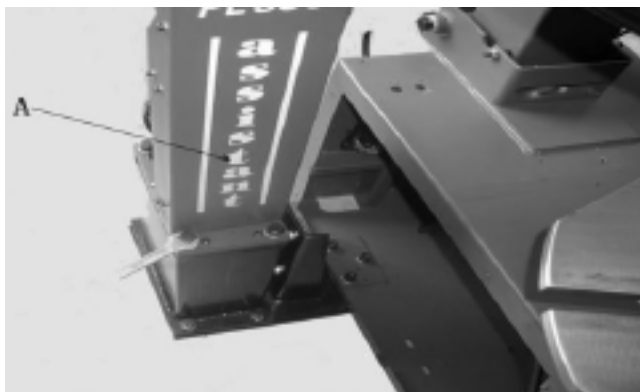

Рис. 7-3
6.1.4 Установите кронштейн кузова (рис.7-3А) на сборку. Выровняйте. Используйте снятый ранее винт для фиксации, а не для затягивания. Используйте винт, удаленный ранее, чтобы исправить и не затягивать.